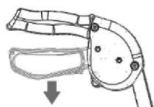

Fig. 6 (låst tillstånd)
1. Tryck ned botten av bromshandtaget som bilden visar tills du hör ett klick (Fig.6)